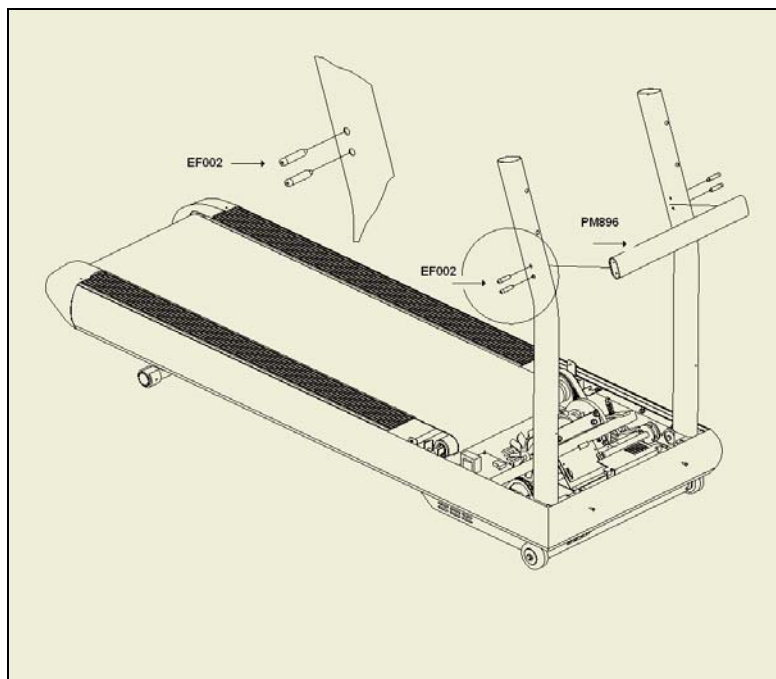

Figura 8
- d- Coloque e fixe a travessa da coluna PM896 com os elementos de fixação EF002. Veja a Figura 8. Feito isto, as colunas estarão alinhadas. Agora aperte os parafusos PM1014 da coluna e retire a travessa.